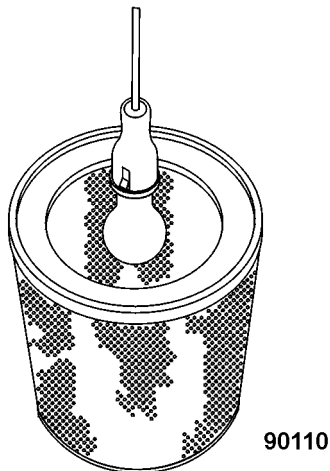

FIGURA 5-4. INSPECCIÓN DEL ELEMENTO DE FILTRO
4. Después de la limpieza, inspeccione minuciosamente el elemento en busca de la más mínima rotura y de empaqueraduras dañadas. Un buen método para detectar roturas de papel es colocar una luz dentro del elemento del filtro, como lo indica la Figura 5-4, e inspeccionar la superficie exterior del elemento. Si encuentra agujeros o roturas, no vuelva a usar el elemento, elimínelo y reemplácelo por uno nuevo.
4. Cuando termine la limpieza, inspeccione el elemento del filtro como lo indica la Figura 5-4. Si encuentra agujeros o roturas, deseche el elemento y reemplácelo por uno nuevo.